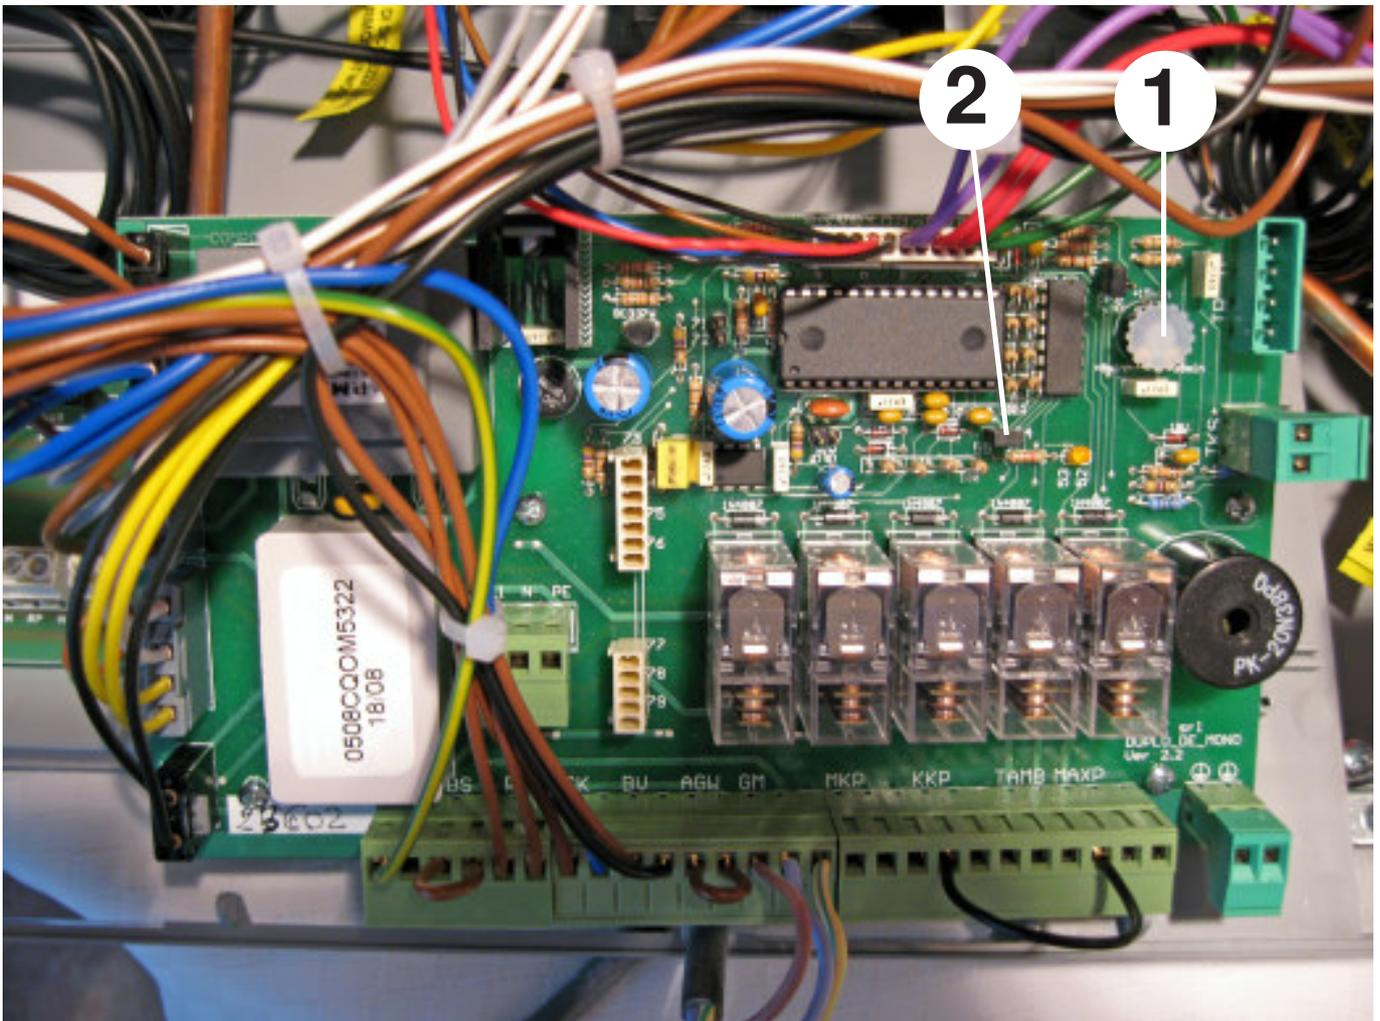

fig. 7
Bei Installation des Kessel-Schaltfeld **DUPLO-DE** an einen Holzheizkessel **GASOGEN G3 2S** mit Front-Luftgebläse ist unbedingt die Pos. ② Kap.2.3- fig.7 in Seite 8 zu beachten.
Im **Step 0** wird „IL“ angesprochen; es stellt die Jumperstellung (Brücke) dar, wie in **Pos. 2** der **fig.7** in Seite 8 sichtbar.